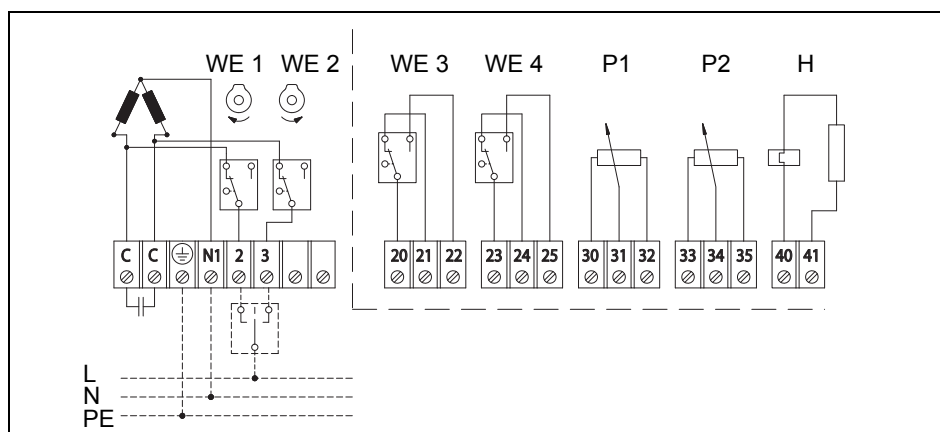

Bild 9 Schaltplan
⇒ Bild 9 Schaltplan auf Seite 15
- ⇒ Bild 9 Schaltplan auf Seite 15